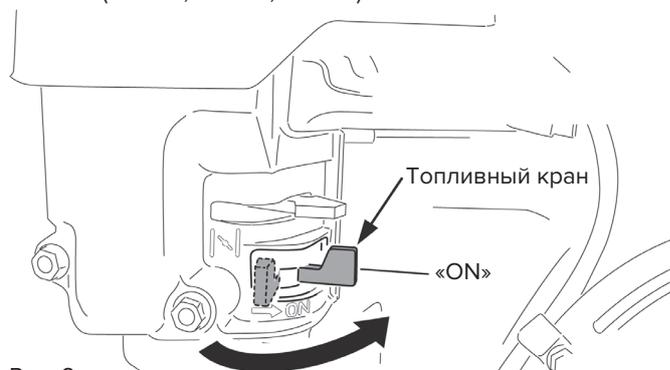

Рис. 6
1. Откройте топливный кран (рис. 6).